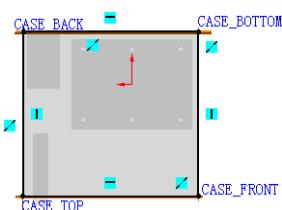

图 17.4.15 草图
Step2. 完成上步操作后，系统将自动选择“草图绘制”命令。选择 CASE_RIGHT 为草图平面，绘制图 17.4.15 所示的草图。